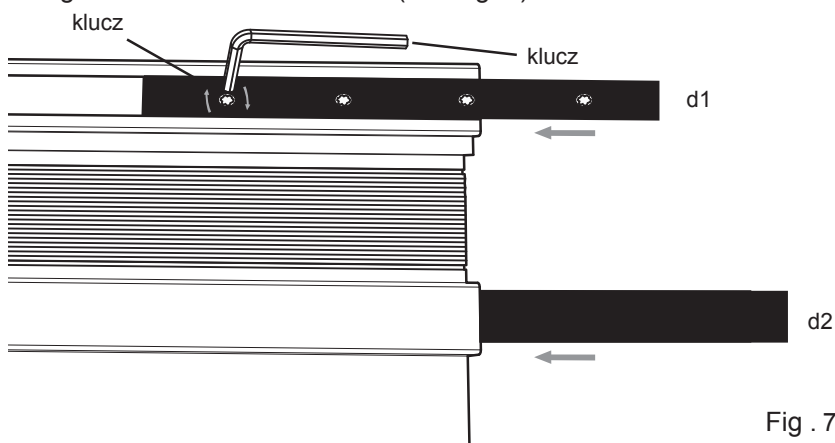

Fig . 7
- Apriete el tornillo hexagonal en sentido horario para fijar la mitad del conector al carril guía (Ver Fig. 7)
- De nuevo, asegúrese de que las cabezas de los tornillos hexagonales son accesibles, y asegure el segundo conector en posición apretando el tornillo hexagonal en sentido antihorario (Ver Fig. 7).